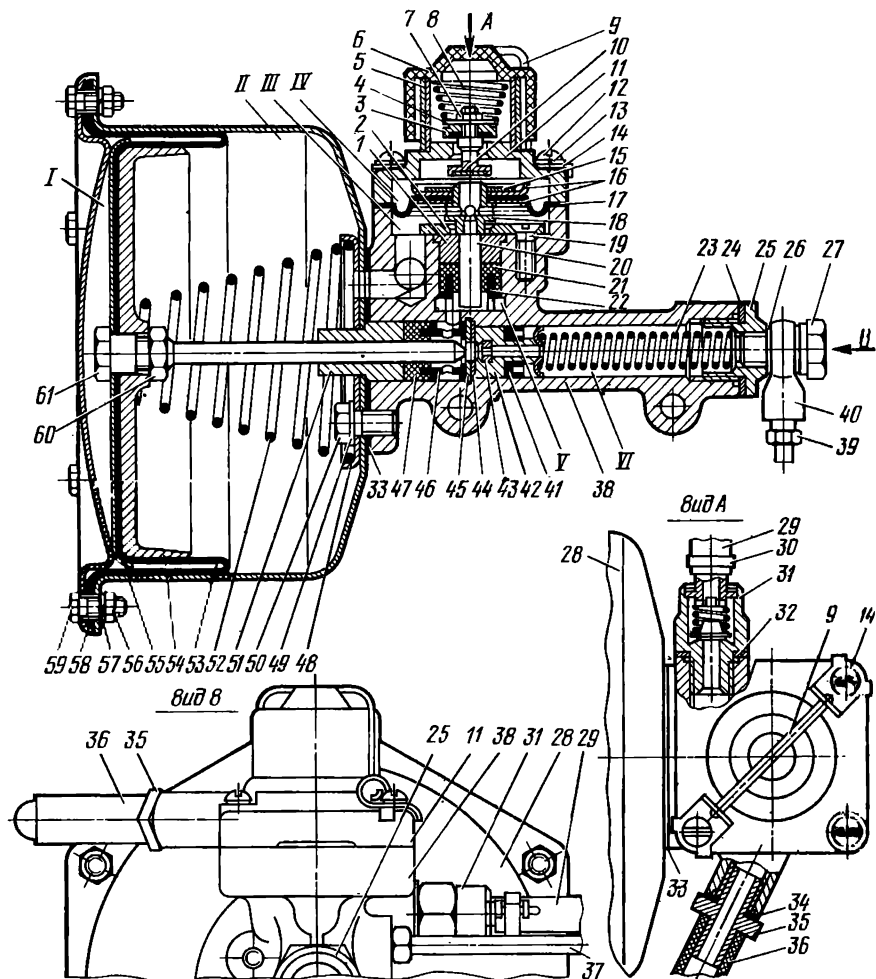

Рис. 170. Гидровакуумный усилитель:
**Гидровакуумный усилитель** (рис. 170) установлен в подкапотном пространстве и соединен трубопроводом последовательно с главным тормозным цилиндром передних колес. Основными элементами усилителя являются вакуумный цилиндр, вторичный гидравлический цилиндр и клапанная коробка со следящим механизмом. Полость *II* корпуса 28 каналом и гибким шлангом 29 сообщается с впускным трубопроводом двигателя, в котором при работе двигателя всегда имеется разрежение. Для предотвращения попадания воздуха или паров бензина из впускного трубопровода в полость усилителя между шлангом и усилителем установлен обратный клапан 31. В незаторможенном состоянии полость *I* сообщается с полостью *II* каналами и специальным соединительным шлангом 16. Поэтому в полости *I* так же, как и в полости *II*, имеется разрежение. Атмосферный клапан 3 в незаторможенном состоянии также открыт и плотно прижат к своему седлу в крышке следящего механизма пружиной 8.